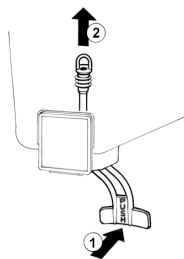

figura 2
palanca mando grifo (1) y sacar (2) el tubo goma de salida desde su situación vertical en el fondo del contenedor (ver figura 2).